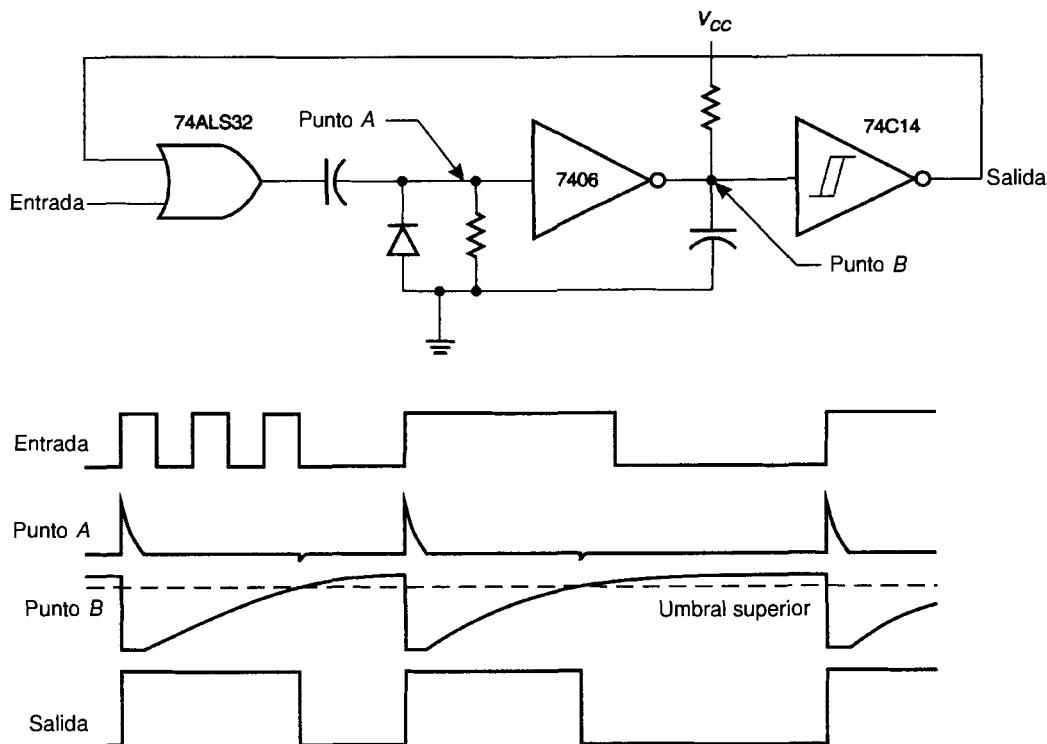

FIGURA 12-5 Monoestable no redispersable
Si no se desea que el monoestable sea redisparable, entonces puede emplearse una compuerta OR para inhabilitar la entrada durante el periodo de activación del monoestable. Esto se muestra en la figura 12-5.
8. Utilice el circuito monoestable no redispersable de la figura 12-5 para dibujar el diagrama lógico de un monoestable con un ancho de pulso de 30 microsegundos. [3]